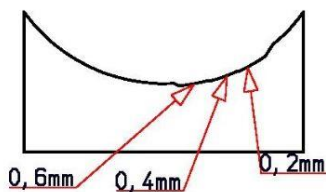

Fig. 12: Skjæredybde på knivmalen
- > Løsne knivskruen (**2** – fig. 12) lett.
- > Legg knivmalen (**4** – fig. 12) på fresehodet (**1** – fig. 12) og skyv kniven (**3** – fig. 12) mot knivmalen, inntil den berører det innsporede området.